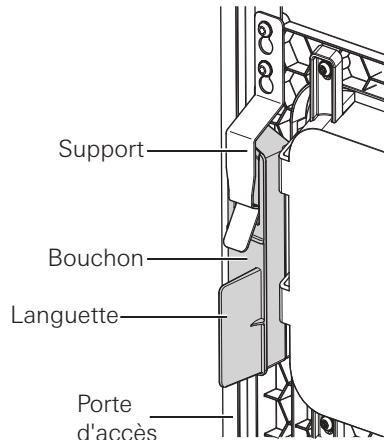

Fig. 3
4. Faites glisser le bouchon sous le support, comme indiqué à la Figure 3.